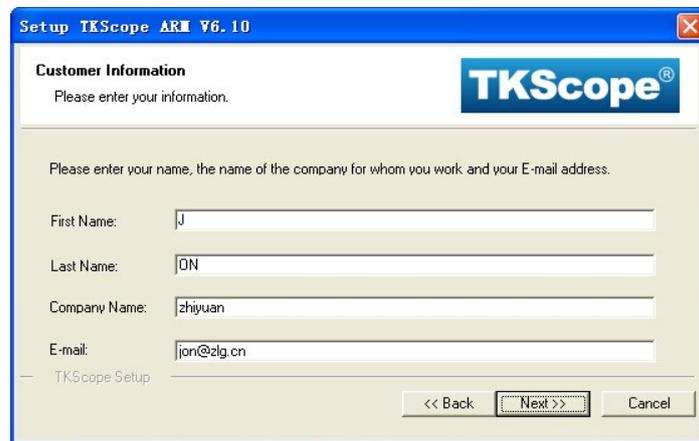

图 1.21 填写用户信息
5. 根据提示填入相关用户信息，然后点击【Next】，如图 1.21 所示。